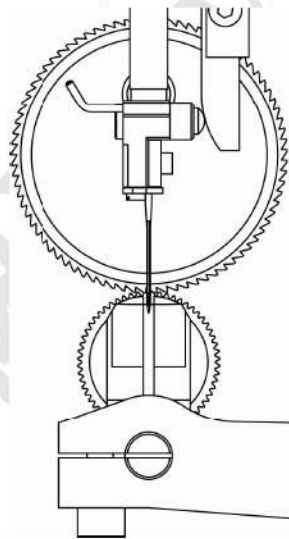

图 5
4.3 检查机针是否平行于针板，并处于针板的中间（见图 5）
4.3 Check Needle is Parallel and Central to Needleplate (Seeing Fig 5)